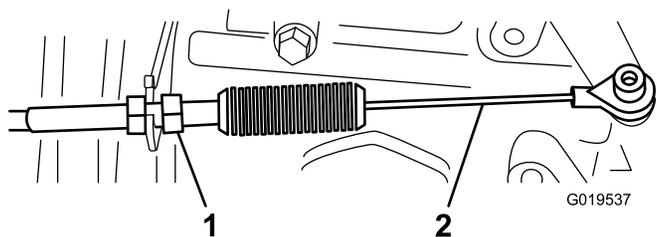
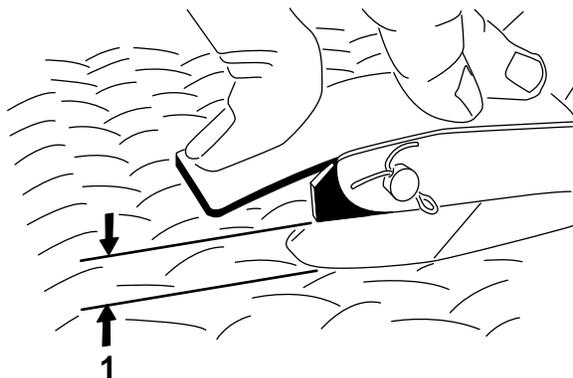

Рисунок 68
Рисунок 69
2. Отрегулируйте шаровой шарнир на тросике акселератора (Рисунок 68) таким образом, чтобы зазор между рычагом педали акселератора и верхом доски пола с ромбовидным рисунком составлял от 2,54 до 6,35 мм (Рисунок 69), когда к центру педали прикладывается усилие 11,3 кг.
3. Затяните контргайку (Рисунок 68).